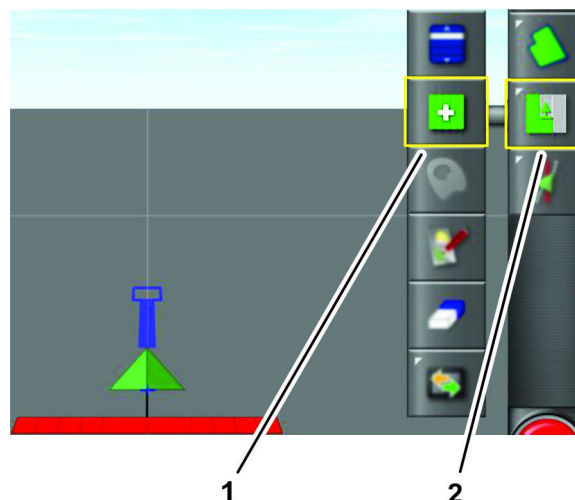

図 93
3. 作業メニューアイコンを押す 図 93。
4. 作業選択アイコンを押す 図 93。